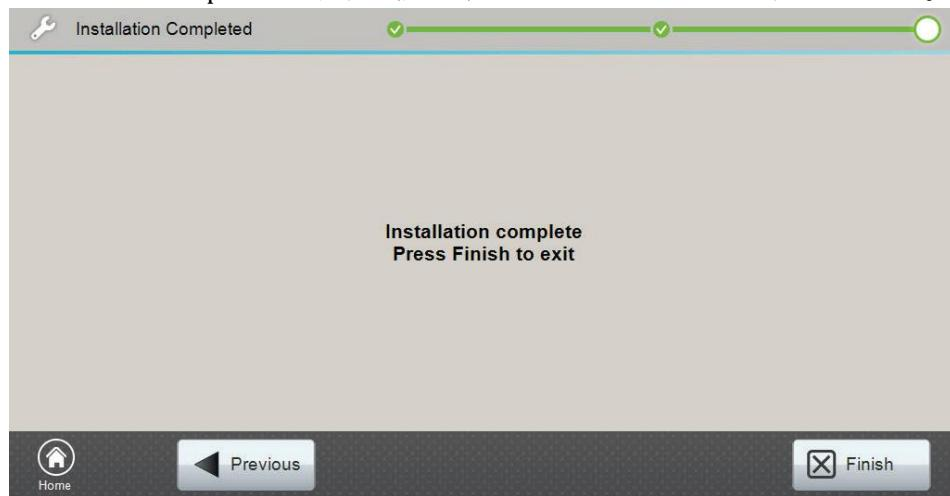

図 19 Installation Completed 画面
12. Installation Completed の画面（図 19）の **Finish** のボタンを押してください。
14. **Installation Completed** の画面（図 19）の **Finish** のボタンを押してください。